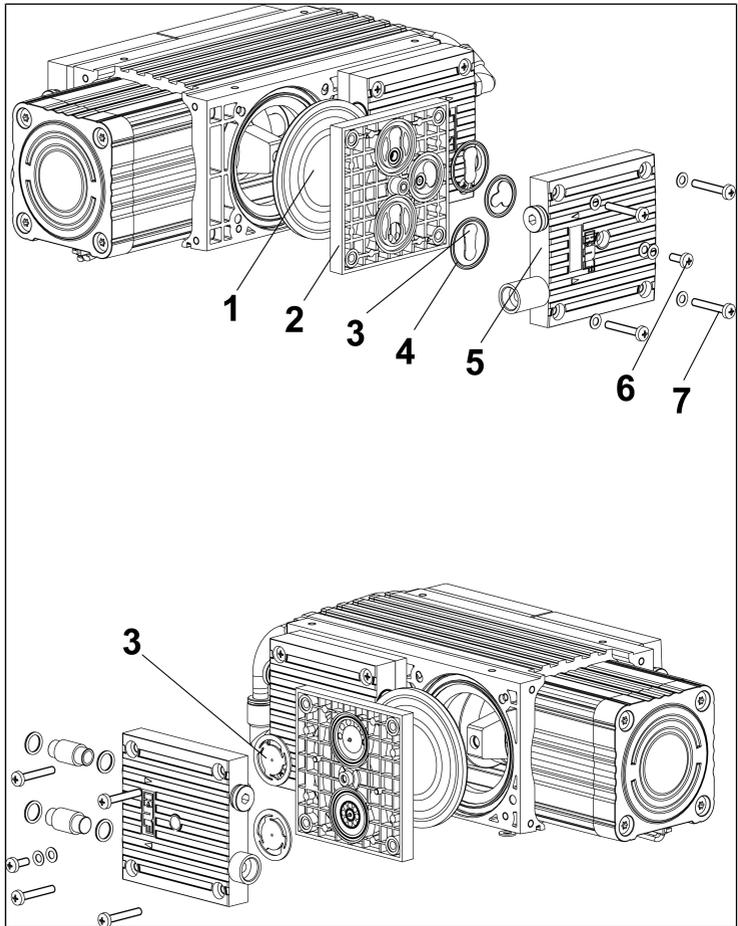

Abb.9: Explosionszeichnung
\*\*siehe Abb. 9
7. Lösen Sie die äußeren 8 Befestigungsschrauben (7/Abb. 9) der Köpfe (1 und 2) und nehmen Sie die Köpfe (1 und 2) ab.
4. Setzen Sie die Köpfe 1 und 2 auf das Kompressorgehäuse auf und ziehen Sie die Befestigungsschrauben (7/Abb. 9) über Kreuz handfest an (Anziehdrehmoment: 3,5 Nm).